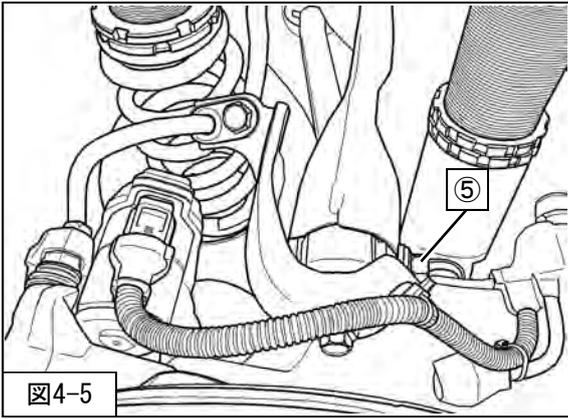

図4-5
5. ジャッキ等で支えながらロアアームが水平になるまで荷重をかけ、⑤アッパーアーム取付ボルト・ナット（締付トルク：73N・m）を取付けてください。（図4-5）